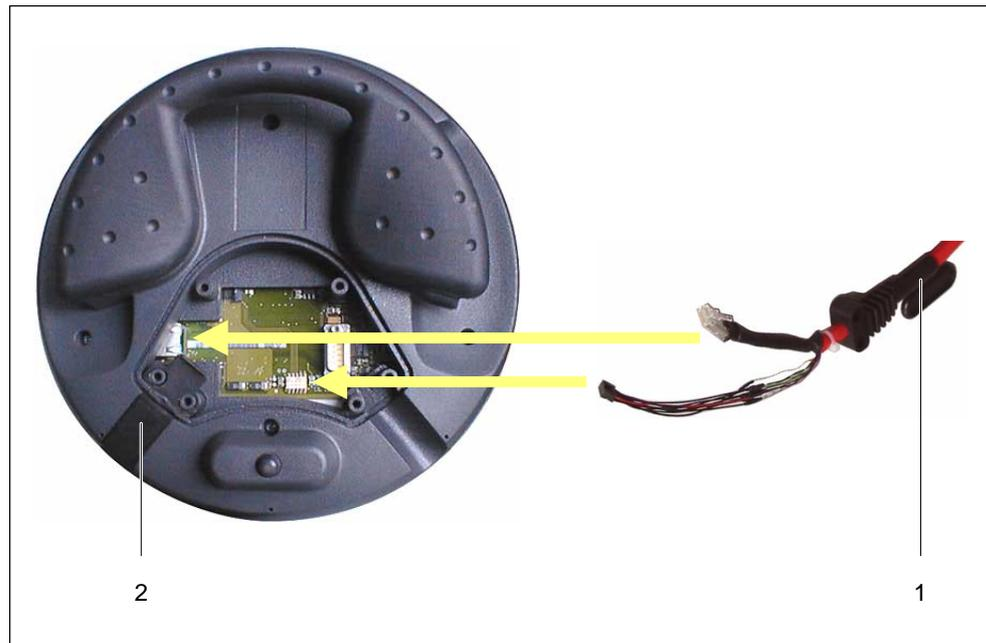

Bild 10-3 Anschlusskabel anschließen
2. Stecken Sie die beiden Steckverbinder vom Anschlusskabel an die Kontaktstellen entsprechend Bild 10-3.